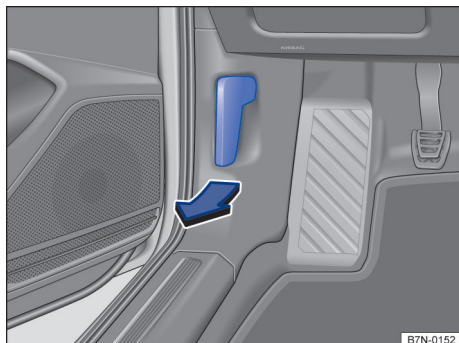

Fig. 220 No área para os pés no lado do condutor: alavanca de destravamento da tampa do compartimento do motor.
- Abrir a porta do condutor e puxar a alavanca de destravamento no sentido da seta → Fig. 220. A tampa do compartimento do motor salta para fora da trava do fecho pela pressão da mola → ⚠.